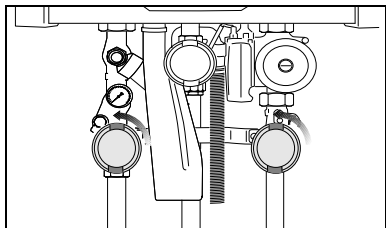

Fig. 13 Aprire i rubinetti di manutenzione (qui: posizione aperta)
- Aprire i rubinetti di manutenzione della mandata e ritorno del riscaldamento (fig. 13) (posizione aperta: in parallelo al tubo).